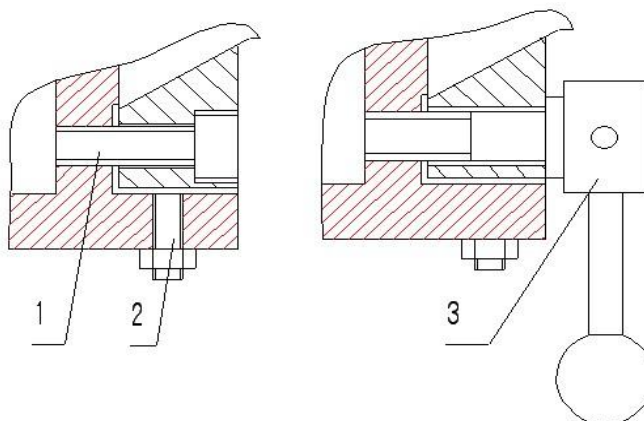

Рис. 7
11.3. Отрегулируйте люфт направляющих стойки стола, повернув установочные винты «1» и «2». Сначала ослабьте установочный винт «1», затем как следует затяните установочный винт «2» и, наконец, затяните установочный винт «1». Зафиксируйте стол с помощью рычага «3». (Рис. 7)